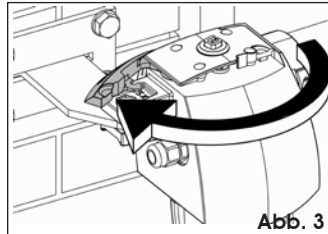

Abb. 3
4. Den Entriegelungshebel bis zum Anschlag drehen (Abb. 3).